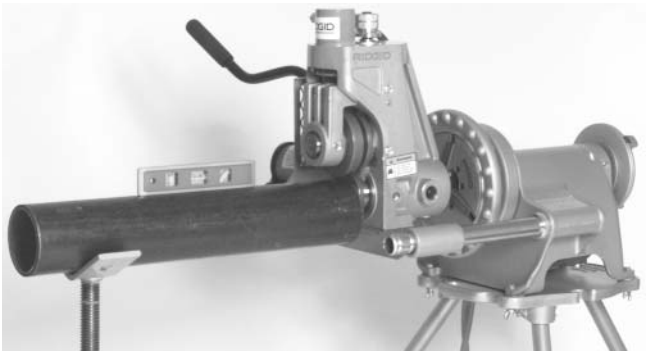

Figure 11 – Nivellement du tuyau par rapport à la 918 à l'aide du porte-tubes
4. Mettez le tuyau de niveau en réglant le porte-tubes (Figure 11).